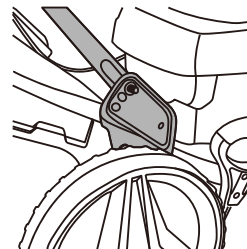

Fig. 10,
1. Libérer le kit de montage (19), placer la poignée inférieure (7) dans la position souhaitée et la fixer avec le kit de montage (Fig. 10, 11).